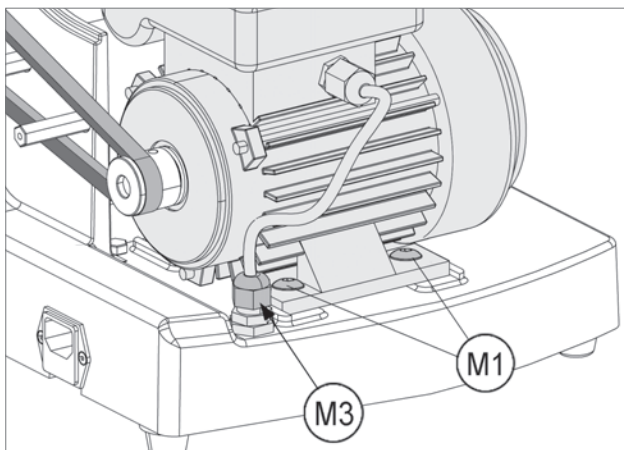

Fig. 46
- 7) Unscrew the wire grommet (M3) (Fig. 46).